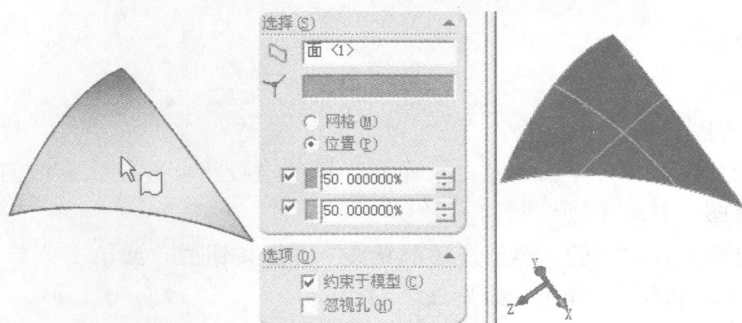

图 1-8 使用“位置”选项的面部曲线
(1) 打开光盘上的“【例 1-3】面部曲线.sldprt”零件文件。
(2) 单击草图绘制工具栏上的“面部曲线”图标按钮，在图形区域中选择一个曲面。
(3) 在“面部曲线”属性管理器和绘图区域中进行设置和选择，单击“确定”图标按钮，如图 1-8 所示。
(4) 单击“撤消”图标按钮或单击菜单“编辑”→“撤消”或按〈Ctrl+Z〉键，取消使用“位置”选项的面部曲线。